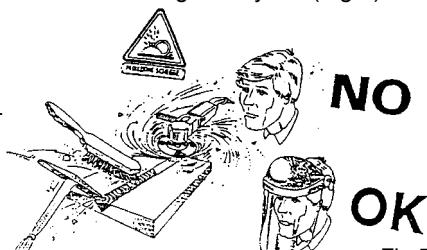

Fig.5
- Durant les travaux mécaniques de broyage, brossage, martelage, etc. des pièces soumises, toujours porter des lunettes de protection avec des verres transparents pour éviter les éclats et autres particules étrangères pouvant endommager les yeux (Fig.5).